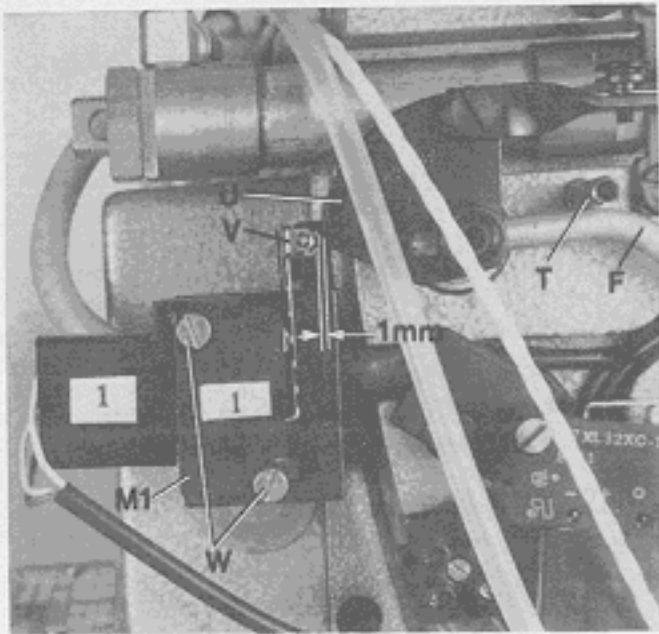

Fig.59
Press up actuating lever (F, Fig. 59) so it rests on roll pin (T) and trigger cam (U) actuates the micro switch (M2). In this position the roller lever (V) of switch should have an end play of approx. 1 mm (.040 in.) to the rear (see Fig. 59).
Drücken Sie den Schaltbügel (F, Fig. 59) nach oben, so daß er an der Spannhülse (T) anliegt und die Schaltkurve (U) den Mikroschalter (M2) betätigt. In dieser Stellung muß der Rollenhebel (V) des Schalters noch etwa 1 mm Spiel nach hinten haben (siehe Fig. 59).